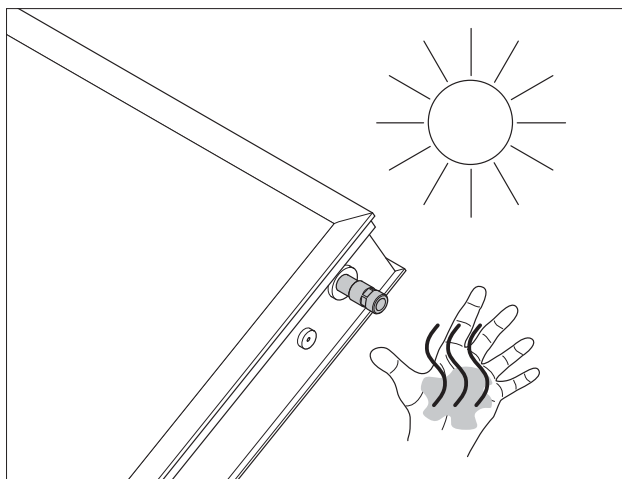

Abb. 3 Kollektoranschlüsse erhitzen sich bei Sonneneinstrahlung
- Verbrennungsgefahr an den Kollektoranschlüssen, sobald Kollektor unabgedeckt der Sonne ausgesetzt wird (Abb. 3).